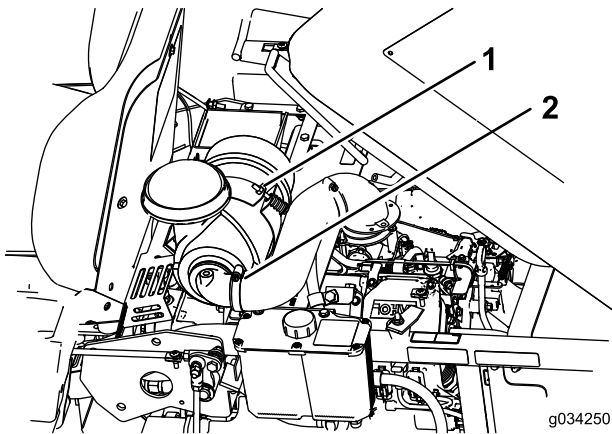

Figura 31
4. Desaperte o parafuso que segura o filtro de ar (Figura 31).
5. Desaperte a abraçadeira que prende o tubo e retire o filtro de ar (Figura 31).